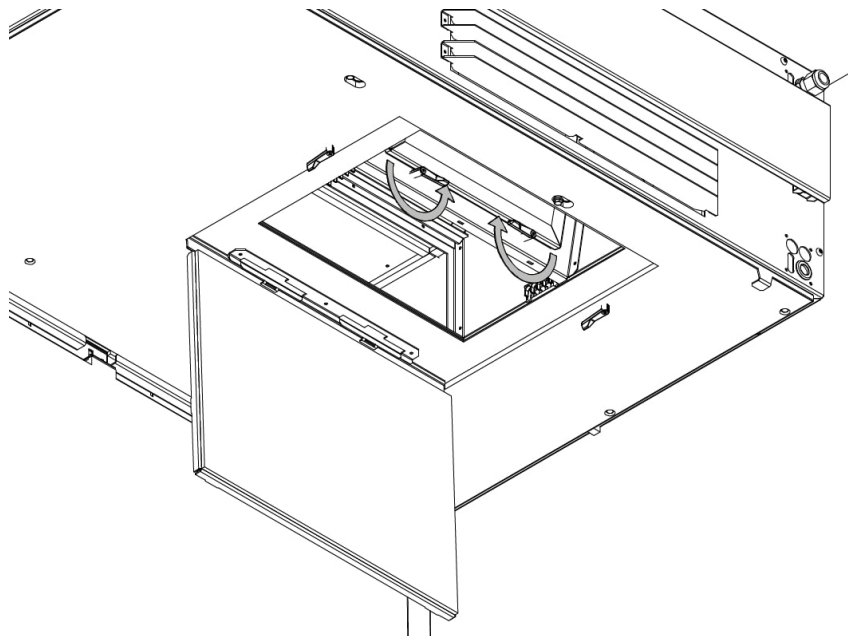

Abbildung 13: Schließen der Scharniere des Grobfilters
5. Schließen Sie die Scharniere des Grobfilters, siehe Abbildung 13.